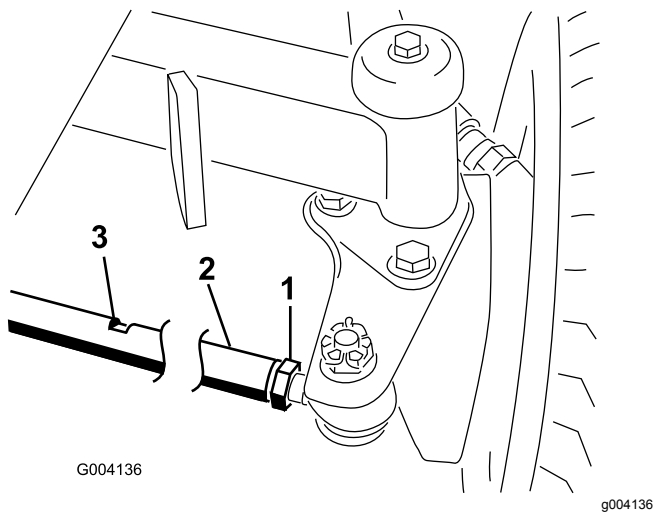

Рисунок 57
2. Ослабьте контргайку с каждой стороны стяжной тяги (Рисунок 57).